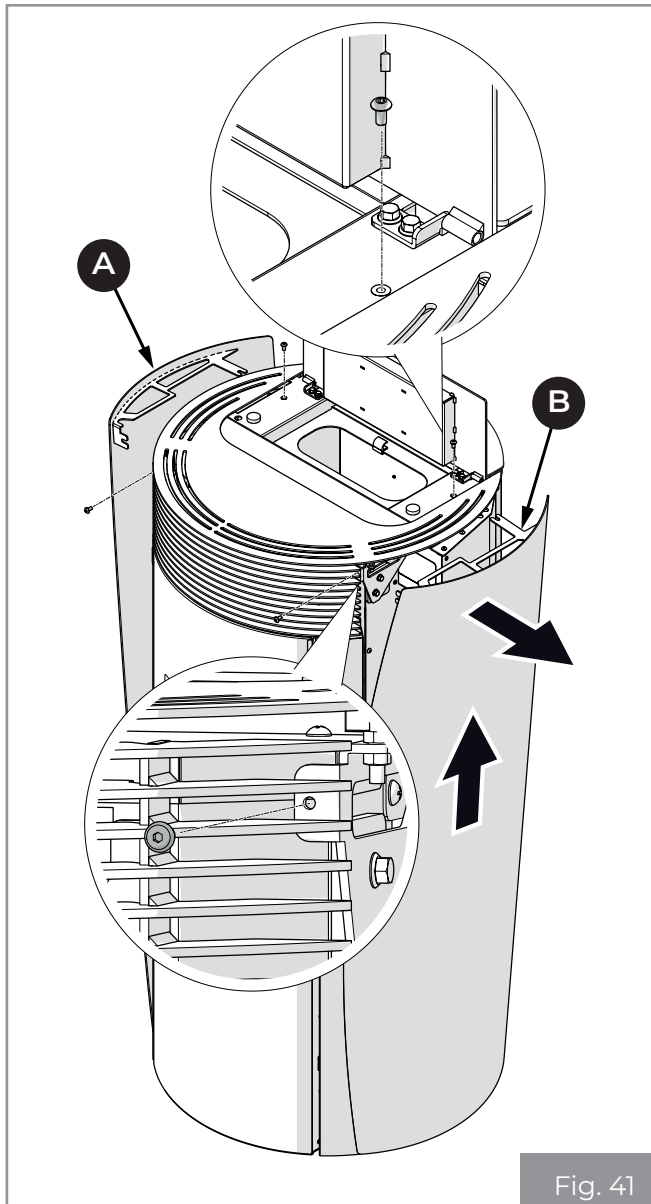

Fig. 41
- Smontare i laterali (A) e (B) (Fig. 41).